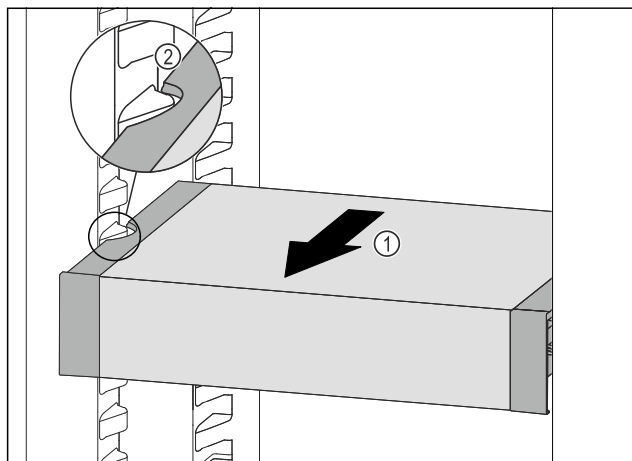

Fig. 118
- VarioSafe pociągnąć w przód Fig. 118 (1), aż boczne wycięcia szuflady VarioSafe będą się znajdować na wysokości zębów pojemnika w chłodziarce. Fig. 118 (2)